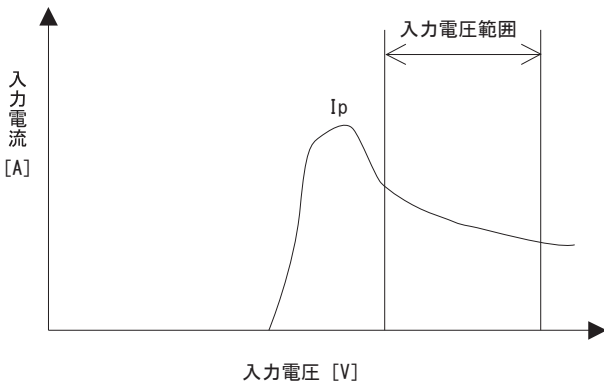

図 3.2 入力電流特性
■入力電源には、DC-DCコンバータ立ち上げ時の電流Ip(図3.2)を考慮した、充分余裕のある電源を設定してください。